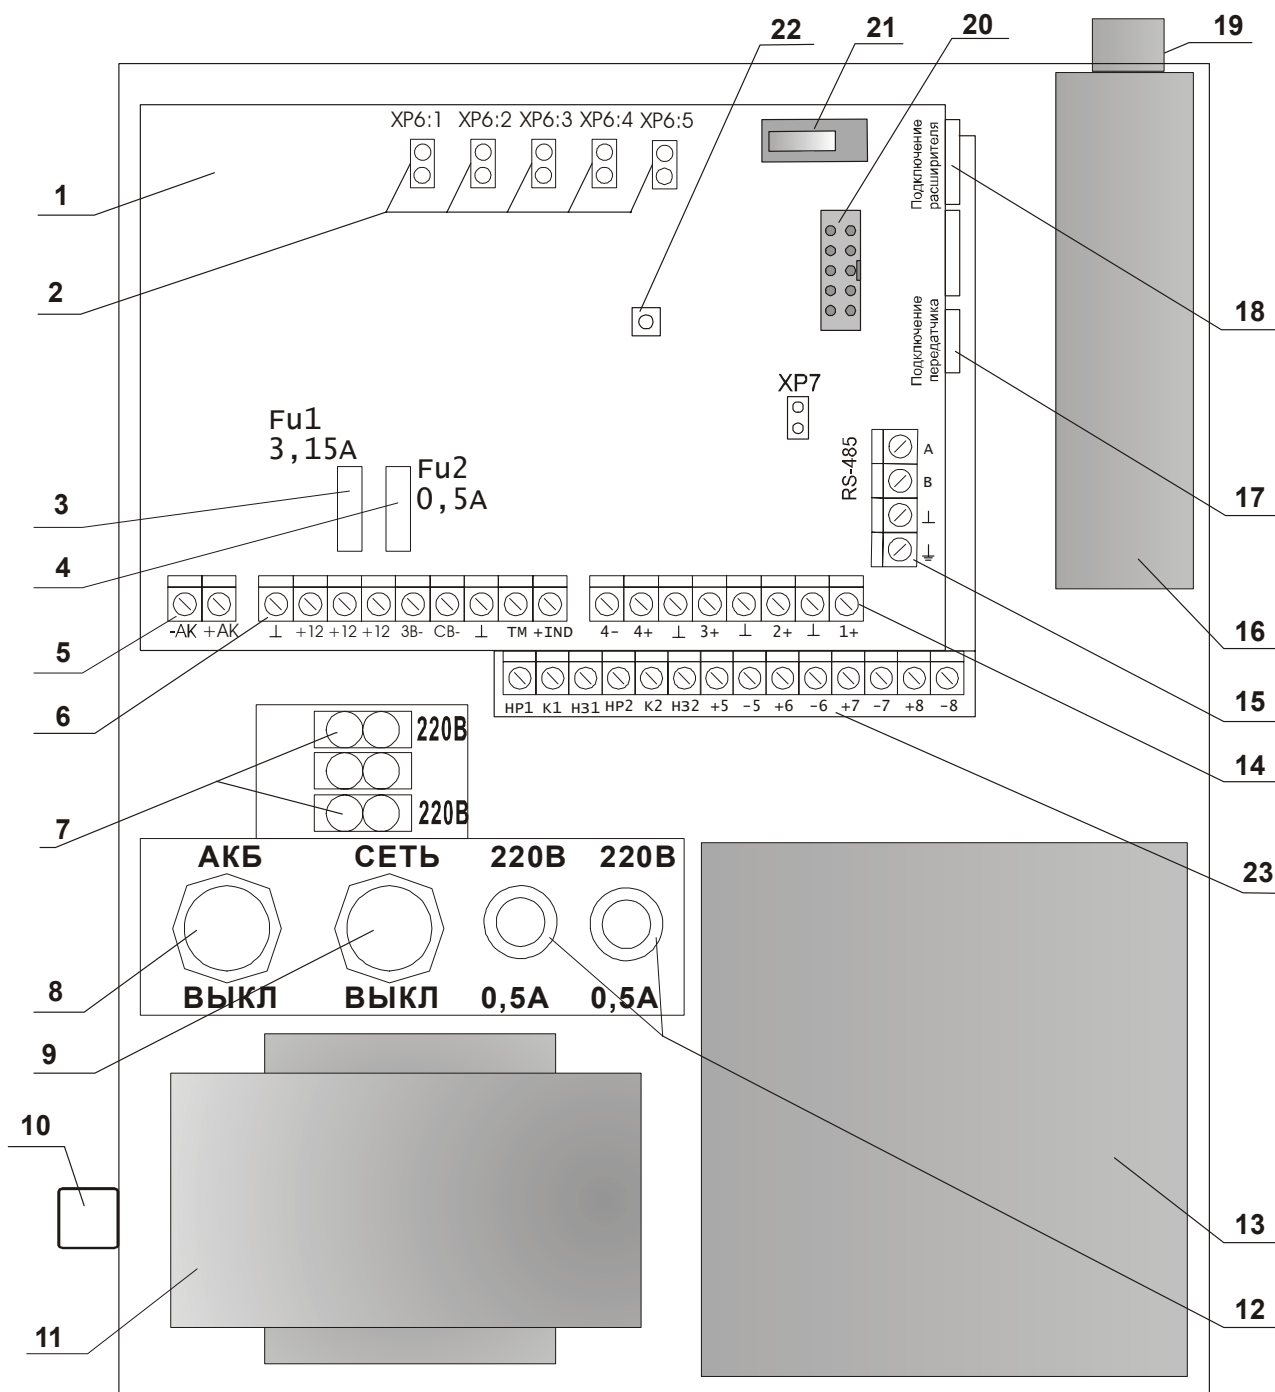

Рисунок 2 - Размещение узлов в кожухе прибора «Радиус-4/8»
1.4.1.2 В кожухе прибора смонтированы (рисунок 2): два печатных узла, устройство передачи извещений (радиопередатчик или дозвониватель), трансформатор питания.